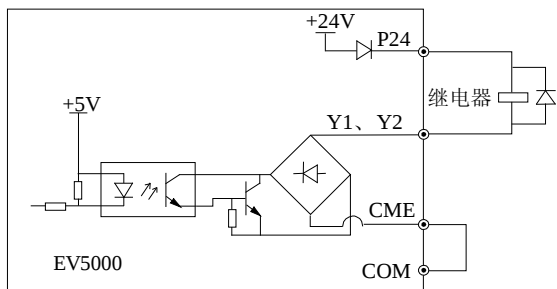
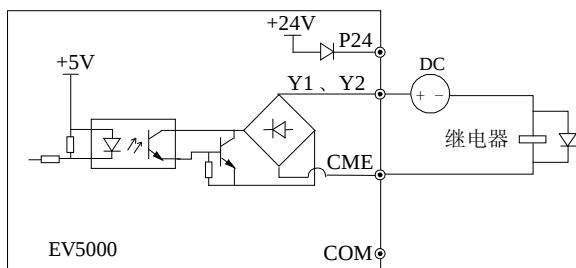

图4-27 多功能输出端子接线方式 1
图4-28 多功能输出端子接线方式 2
1. 多功能输出端子 Y1、Y2 可使用变频器内部的 24V 电源，接线方式见图 4-27。
2. 多功能输出端子 Y1、Y2 也可使用外部电源，接线方式见图 4-28。
5. 图 4-27、图 4-28 中，对于非 24V 继电器，应根据继电器参数选择合适的电阻，串接在继电器回路中。